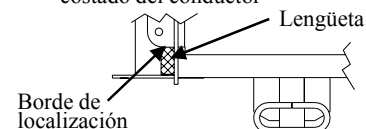

Figura 2
5. Alinee el soporte del pasajero con el borde de localización y la lengüeta, vea la **Figura 2** (revise el enganche para la alineación perpendicular del vehículo verificando que el soporte esté plano contra el larguero del bastidor), vea la **Figura 4**. Podría ser necesario empujar el soporte del costado del pasajero plano contra el larguero del bastidor. Luego, con el enganche como plantilla marque las ubicaciones de los orificios. Perfore los orificios de 1/2". Opcional: Baje el enganche para perforar dos (2) orificios de 1/2" en los largueros del bastidor. Repita el paso 4.